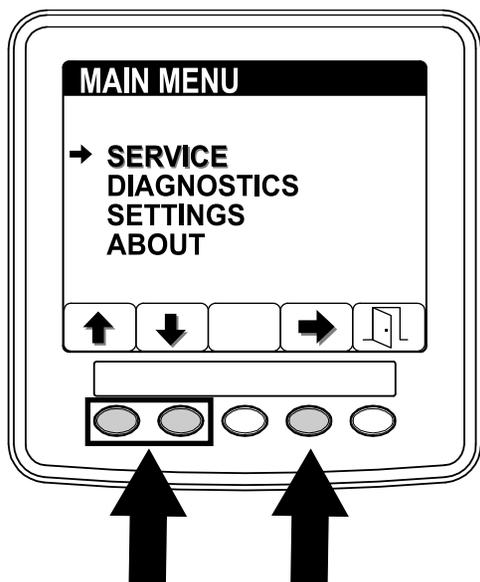

Рисунок 66
1. В меню MAIN MENU (Главном меню) нажмите кнопку 1 или 2, чтобы перейти к опции SERVICE (Техобслуживание), и нажмите кнопку 4, чтобы выбрать позицию SERVICE (Техобслуживание) (Рисунок 66).